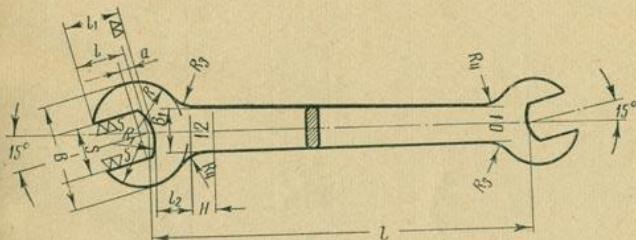

Рис. 18. Ключ гаечный
16. Разметить шаблон для гаечного ключа по размеру, указанному мастером (рис. 18). Размеры ключей даются в прилагаемой табл. 1.